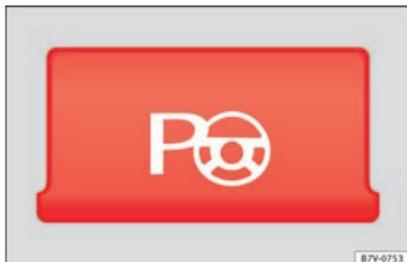

Fig. 212 Pormenor da consola central: botão para ativar manualmente o sistema de assistência ao volante para estacionar.
- **Em estacionamentos paralelos à estrada:** pressione o botão  a uma velocidade até 50 km/h (31 mph) **uma vez**. Quando a função está ativa, acende-se a luz de controlo do botão »» Fig. 212.
• **Em estacionamentos perpendiculares à estrada:** pressione o botão  a uma velocidade de até 50 km/h (31 mph) **duas vezes**. Quando a função está ativa, acende-se a luz de controlo do botão **» Fig. 212.**
- Pressione o botão . Quando a função está ativa, acende-se a luz de controlo do botão »» **Fig. 212.**